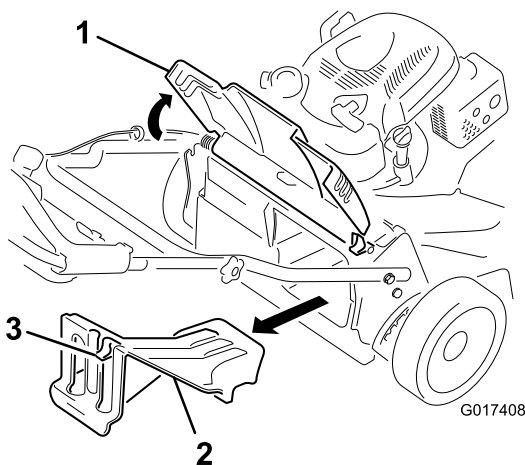

Figura 26
1. Levante e segure a porta traseira (Figura 26).
2. Retire o bujão de descarga traseira empurrando o trinco para baixo com o polegar e retirando o bujão da máquina (Figura 26).